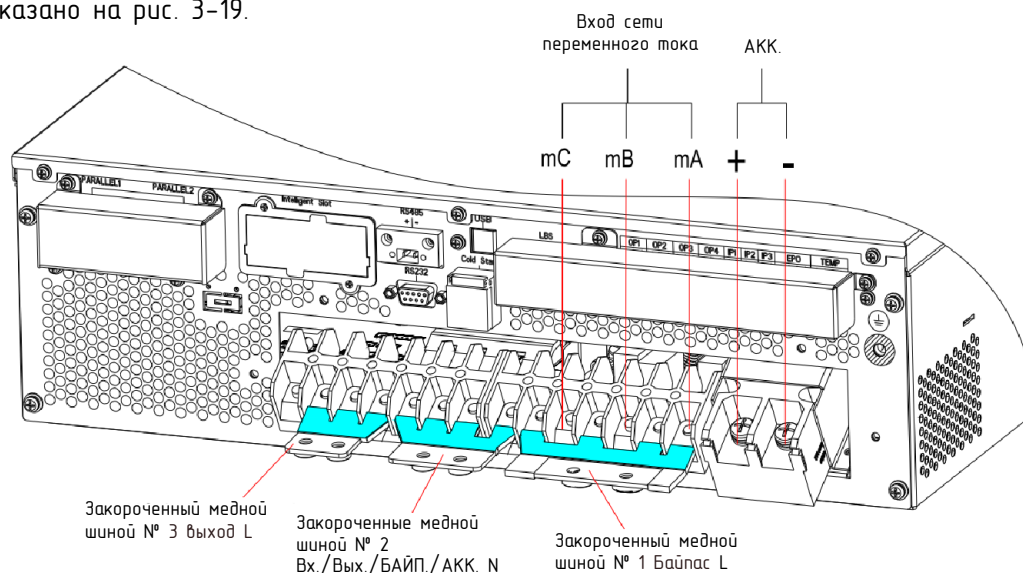

Рисунок 3-19. 3-фазный вход и 1-фазный выход, общий вход
2. Закоротить клеммы mA, bA, bB и bC медной шиной № 1; закоротить клеммы BATN, oN, bN и mN медной шиной № 2; закоротить клеммы oA, oB, oC медной шиной № 3, как показано на рис. 3-19.